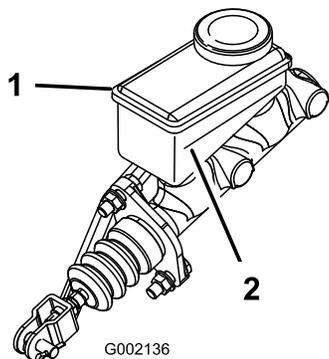

図 54
2. 2次クラッチ(図 54)を回してみる自由に回ればニュートラルにセットされている。
4. 2次クラッチ(図 54)を回して、後輪が回るかどうかを調べる。
6. 2次クラッチ(図 54)を回して、後輪が回るかどうかを調べる。
2. タンクの側面についているマークで、量を点検する 図 54。
- B. 最低ラインより上まで DOT 3 ブレーキ液を補給する 図 54。